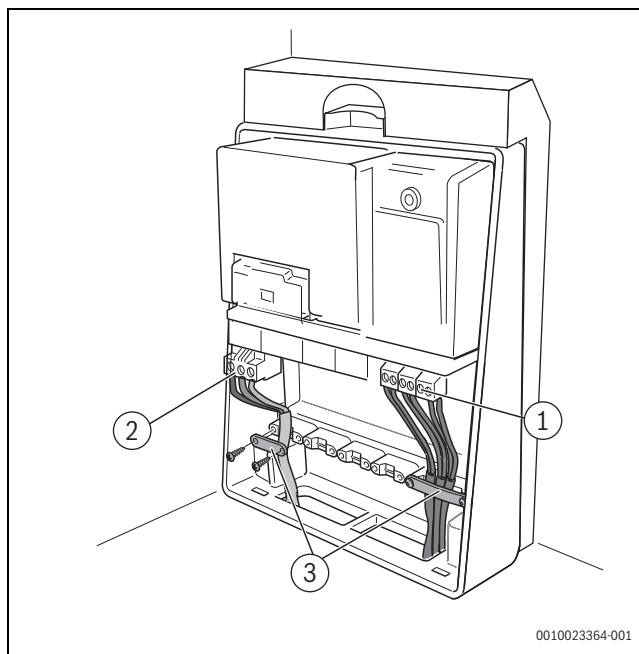

Fig. 48 Montare la fascetta per cavo
- Utilizzare il collegamento al cavo di rete da 230 V_{AC} del primo modulo per il secondo modulo. Utilizzare a tale scopo il cavo fornito in dotazione al modulo (→ fig. 48, [4], page).